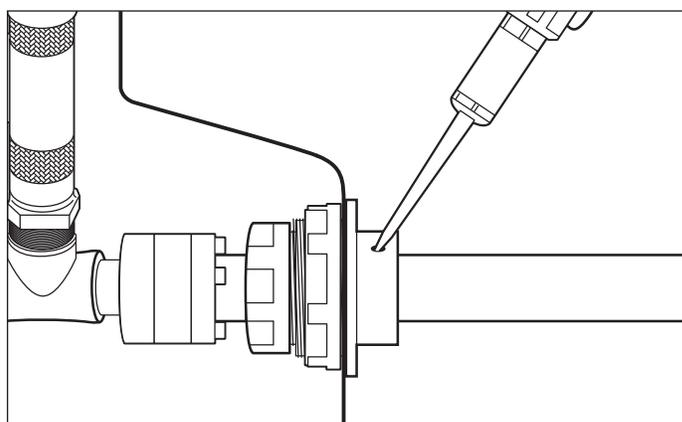

Figura 21-4
10. Use el cartucho de epoxi acoplado a la pistola para llenar los tres puertos de la rosca hasta que los puertos estén visiblemente llenos (ver la Figura 21-4).